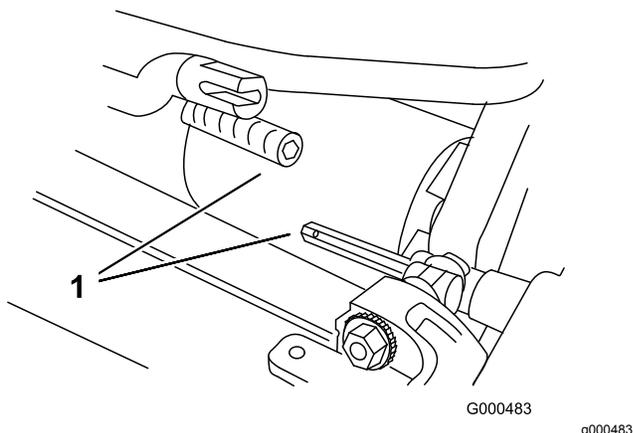

Figura 6
3. Spingete l'apparato di taglio sotto il trattorino e a sinistra per innestare l'accoppiatore della trasmissione (Figura 6).